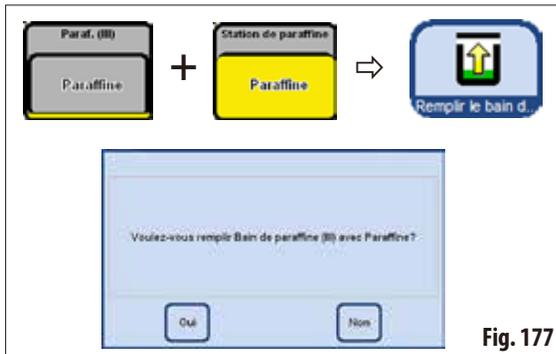

Fig. 177
- Confirmer la question (fig. 177) par **OUI**.